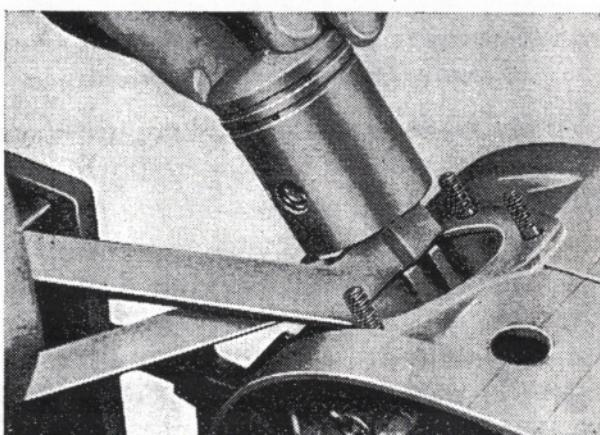

Abb. 55 Pleuel richten
- Das Auswinkeln des Pleuels erfolgt mit den Richtgabeln, Teile-Nr. 0301-70700-00.1, wie auf Abb. 55 gezeigt.